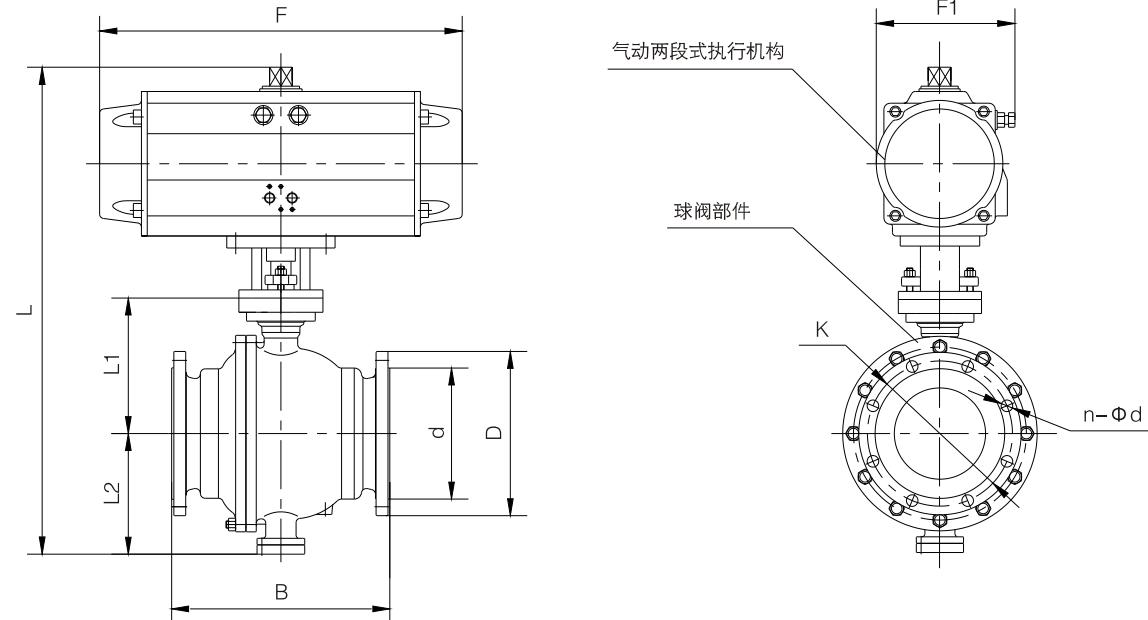

图10 气动单作用执行机构带微动开关控制球阀外型尺寸图
5.2 气动单作用执行机构带微动开关控制球阀外型及连接尺寸(见图10和表6~7)